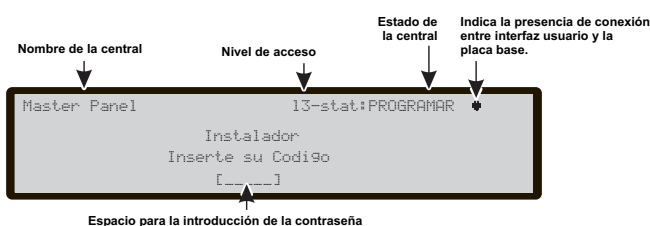

Figura 33 Introduzca la contraseña (código de instalador).
**En esta fase (ver de la figura 33):**